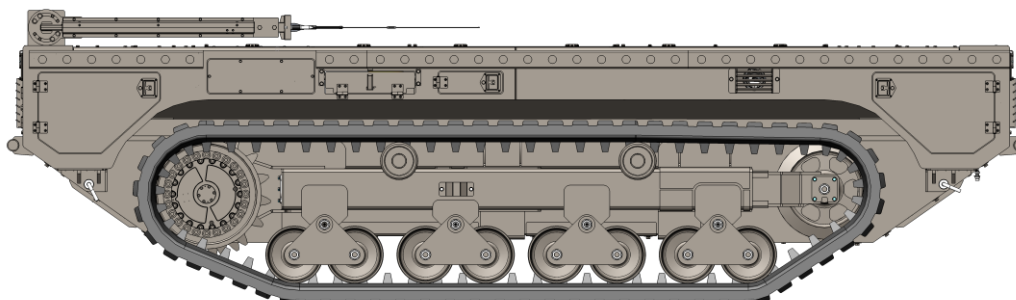

Рисунок 3.30. Транспортное положение мачт
- ▷ Мачты переведены в транспортное положение, см. рис. 3.30.